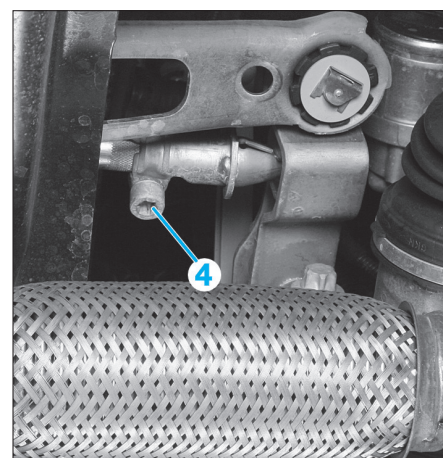

Fig. 5
- Déposer la commande de boîte de vitesses en desserrant la vis (4) du collier de serrage de la tringle de changement de vitesses (Fig.5).